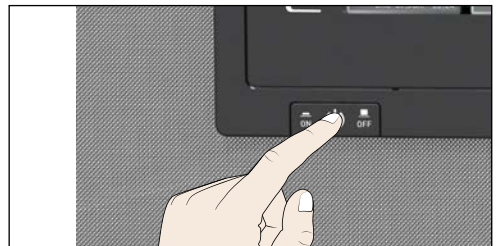

Abb. 19 Gerät ausschalten
3. Gerät am Hauptschalter ausschalten (Abb. 19).